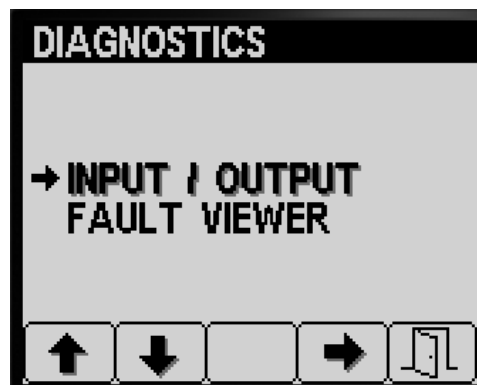

Рисунок 84
1. Нажимайте кнопку 1 или 2 на экране Diagnostics (Диагностика), пока не перейдете к пункту INPUT/OUTPUT (Входные/Выходные ПАРАМЕТРЫ) (Рисунок 84).
2. Нажмите кнопку 3 для выбора пункта INPUT/OUTPUT (Входные/Выходные ПАРАМЕТРЫ) (Рисунок 84).
4. Нажмите кнопку 5, чтобы выйти из экрана INPUT/OUTPUT (Входные/Выходные ПАРАМЕТРЫ) и вернуться на экран DIAGNOSTICS (Диагностика) (Рисунок 84).